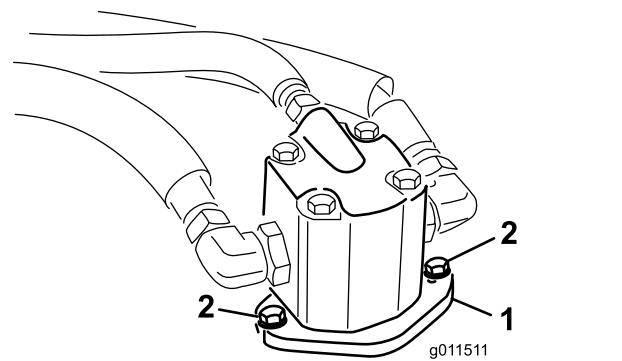

Bild 102
4. Entfernen Sie die Schrauben, mit denen der Hydraulikmotor am Mähwerk befestigt ist (Bild 102).